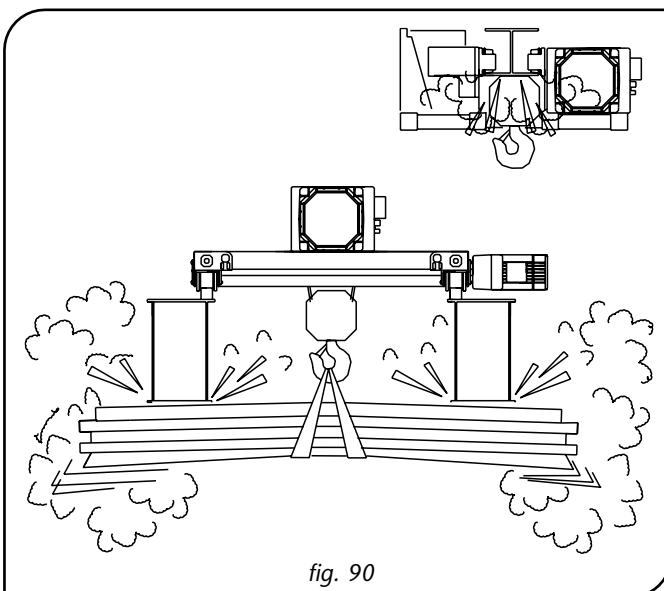

fig. 90
- Si le palan est équipé d'un chariot DST/R de taille réduite ou d'un chariot birail DRT, le fin de course levage DOIT être ajusté pour prévenir le risque de collision de la charge et/ou de la moufle inférieure ou de parties du palan avec la structure de poutre/des poutres (fig. 90).